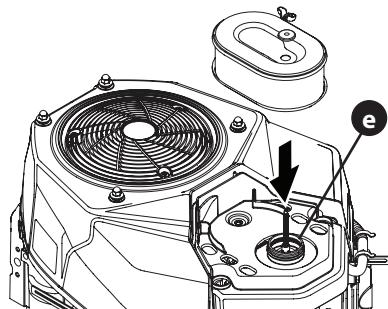

Figura 11
7. Conecte el nuevo filtro de aire con elemento de espuma alineando el orificio en el filtro de aire con el colector de admisión (e) (Figura 11).